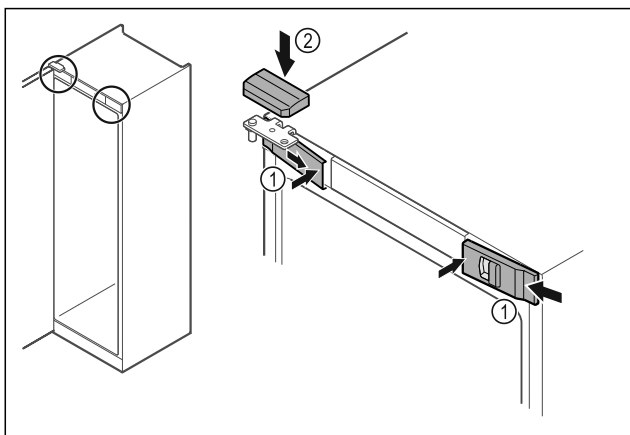

Fig. 50
- Haakige eesmised katted Fig. 50 (1) küljel külge ja fikseerige seest.
- Haakige ülemine kate Fig. 50 (2) ülalt lahti.